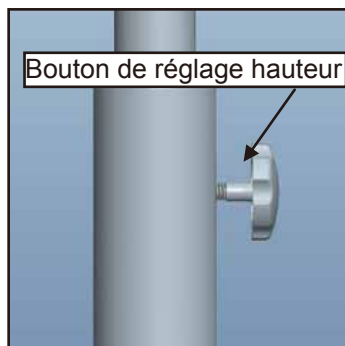

Figure 4.
4. Dévissez le **Bouton de réglage de la Hauteur** dans le sens contraire des aiguilles d'une montre, **Figure 4**.